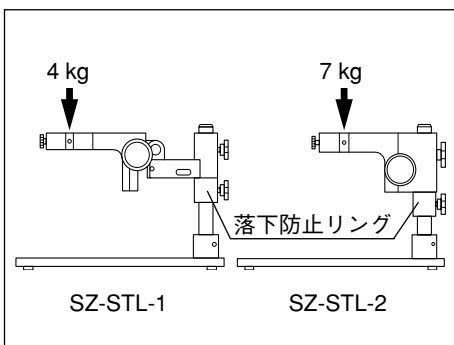

図 2
1) アーム搭載質量(図 2)
- (5) 鏡体(アーム)の不用意な落下を防止するため、落下防止リングはアーム部と接するよう固定の上で使用ください。(図 2)
- (6) 実装基板等の「静電気」に弱い試料を載せる際は導電マット等を敷いてご使用ください。